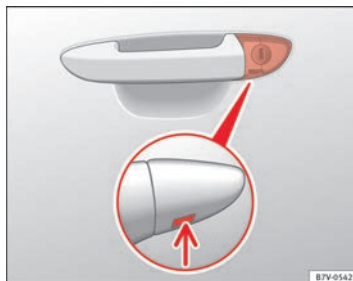

Fig. 190 Maniglia della porta del conducente: Serratura di chiusura nascosta.
- Introdurre la mappa nell'apertura della copertura posta sulla maniglia della porta del conducente verso il basso ⇒ fig. 190 (freccia) e rimuovere la copertura dal basso verso l'alto.